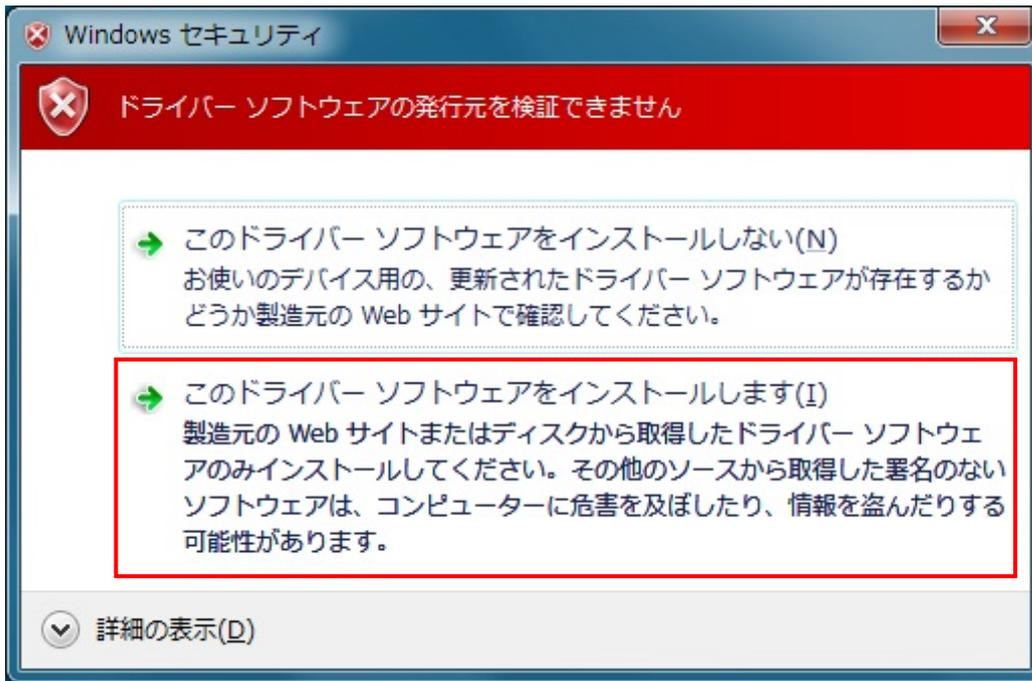

図 3.1.2. セキュリティ警告画面 (x86 版 OS の場合)
①「プリンタの選択」でインストールするプリンタを選択し、④「プリンタの名称」にプリンタ名称を入力してください。③「次へ」をクリックするとインストール処理を開始します。
③「次へ」をクリックすると、Windows 7以降では
「図 3.1.2. セキュリティ警告画面 (x86 版 OS の場合)」が表示されますので、「このドライバーソフトウェアをインストールします (I)」を選択してください (Windows XP/Server2003/Vista/Server2008 ではメッセージ内容が異なります。インストール継続を選択してください)。